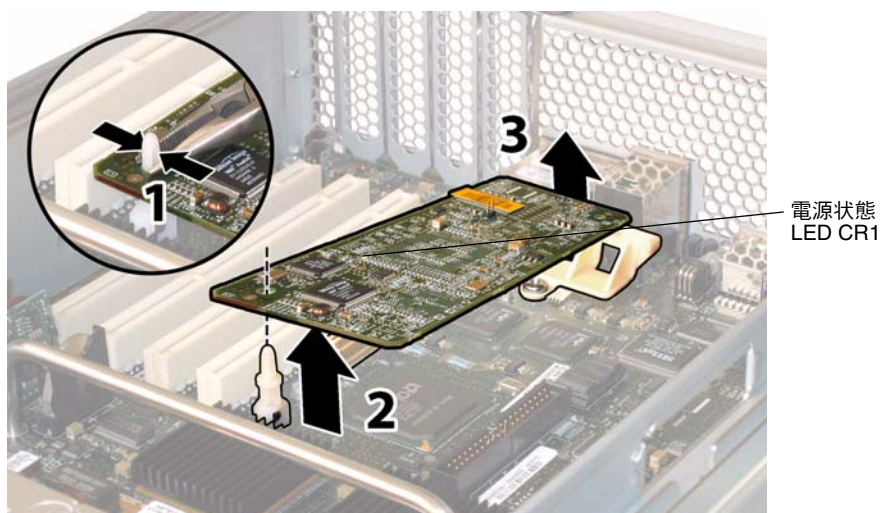

図 4-30 GRASP 基板の取り外し
4. **GRASP 基板から突き出ているプラスチック製のスタンドオフをつかみ、スタンドオフのロックタブを押します。** 図 4-30 を参照してください。